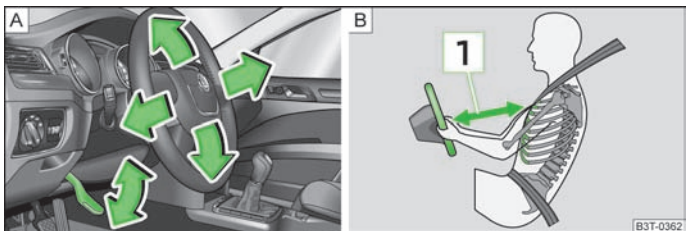

Fig. 112 Volant réglable : Manette sous le volant/distance de sécurité au volant
- Le conducteur doit se tenir à une distance minimum de 25 cm **1** du volant » fig. 112 - **B**. Les airbags ne peuvent pas vous protéger si vous en êtes plus près - danger mortel !
- Rabattez la manette sous le volant vers le bas » fig. 112 - A.